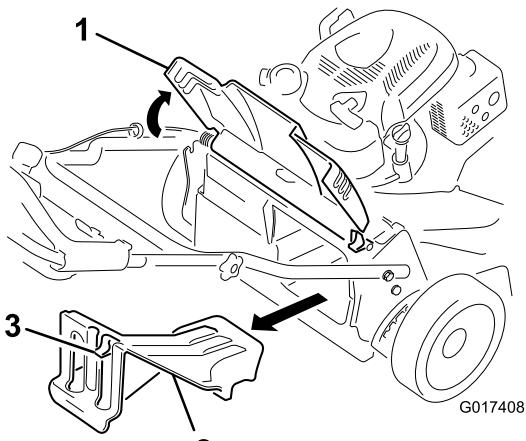

Figura 25
1. Levante y sujetete el deflector trasero (Figura 25).
2. Retire el tapón de descarga trasero presionando hacia abajo sobre el enganche con el dedo pulgar y extrayendo del tapón de la máquina (Figura 25).